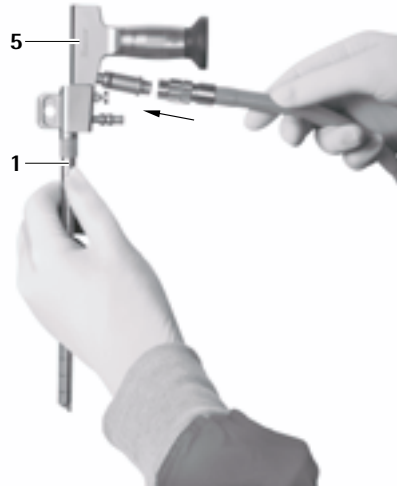

Fig. 3
- Anslut ljuskabel och kamera, se Fig. 3–5.